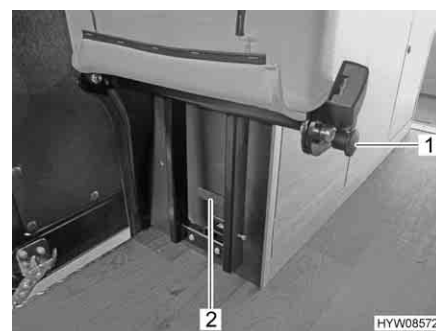

Fig. 7 Sbloccaggio del piano di seduta e del telaio del sedile
- Tirare il bottone di sbloccaggio (Fig. 7,1) e ribaltare in avanti il piano di seduta.
- Premere lo sbloccaggio (Fig. 7,2) e sganciare il telaio del sedile.